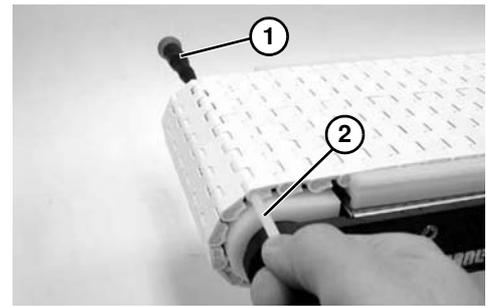

Abbildung 38
2. Schraubendreher (Abbildung 38, Teil 1) in eine Seite des Bandes einsetzen und Stab (Abbildung 38, Teil 2) herausdrücken. Stab herausnehmen und Band trennen.